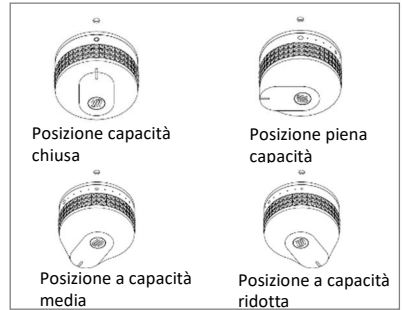

Figura 2 - Regolazione della leva di comando
6. Regolare poi a piacere l'altezza della piastra girando la o le leve di comando da calore massimo (cerchio grande) a calore minimo (cerchio piccolo) (Vedere figura 2)